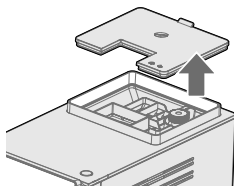

Fig. 1
1. Abra a tampa do recipiente de grãos de café (Fig. 1).